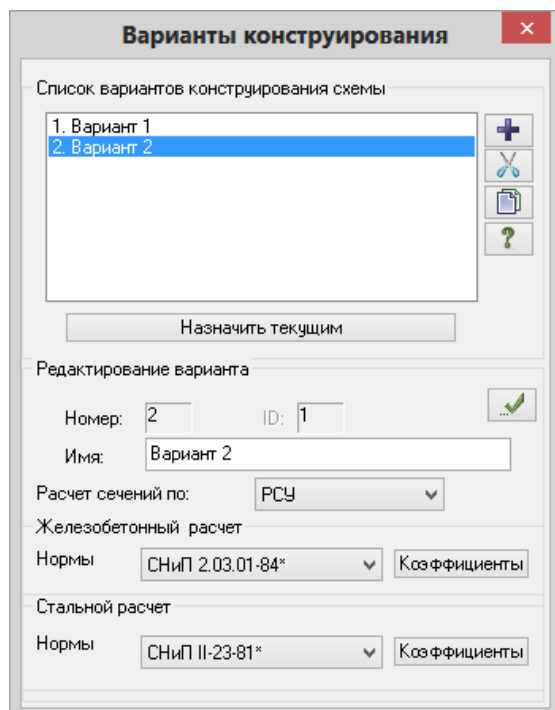

Рис.2.7. Диалоговое окно **Варианты конструирования**
- Вызовите диалоговое окно **Варианты конструирования** (рис.2.7) щелчком по кнопке  – **Варианты конструирования** (панель **Конструирование** на вкладке **Расширенное редактирование**).